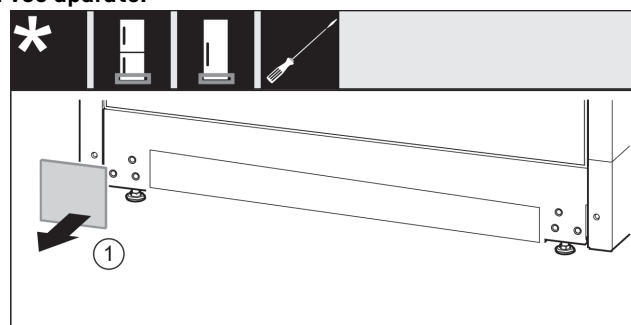

Fig. 18
- ▶ Snemite pokrov Fig. 18 (1).